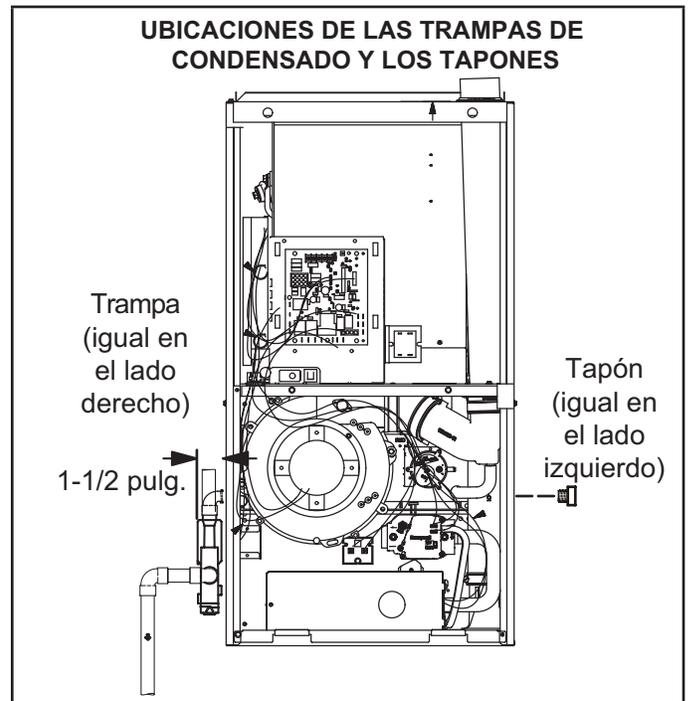

FIGURA 48
Esta unidad está diseñada para salida de la tubería de condensado a la derecha o a la izquierda. Consultar la FIGURA 48 y la FIGURA 50 para las ubicaciones de las trampas de condensado.
- 2 - Use un destornillador grande de punta plana o una extensión de la boquilla de accionamiento de 1/2" y retire el tapón (Figura 48) de la caja del cabezal del extremo frío en la ubicación apropiada en el costado de la unidad. Instale el accesorio del codo macho hembra de 3/4 NPT en la caja del cabezal del extremo frío. Use cinta de Teflón o un recubrimiento para tuberías apropiado.